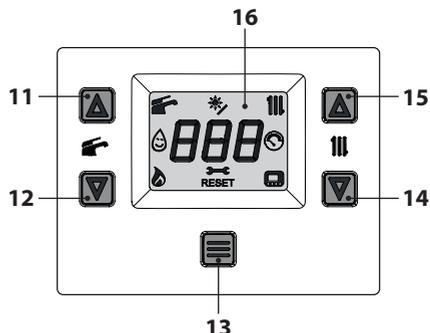
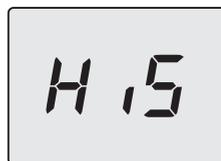

Figura 9.1
Figura 9.2
- Entrare in "modalità programmazione" premendo contemporaneamente per 5 secondi i tasti 12 e 14 (Figura 9.1) fino a far apparire sul display LCD le lettere **HiS** che indicano il menu "Storico delle caldaia" (Figura 9.2).
- Premendo il tasto 13 (Figura 9.1) si ottiene la conferma del valore inserito. Il display visualizzerà per 5 sec. quanto segue (Figura 9.6) poi, si porterà al livello superiore.
- tenere premuti contemporaneamente i tasti 12 e 14 per 5 sec. (Figura 9.1) (ritorno al livello precedente).